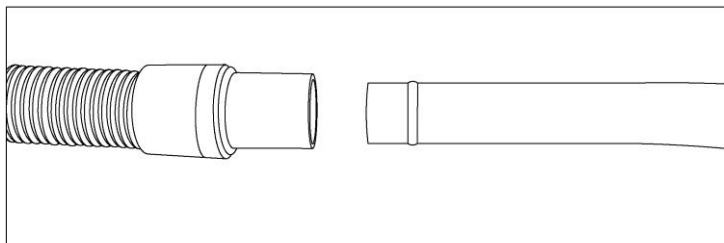

Рис. 8
- Чтобы соединить шланг и трубку, наденьте шланг на трубку «со стороны шланга» и продвиньте его за выступ примерно на 13 мм ($\frac{1}{2}$ "") (рис. 8).